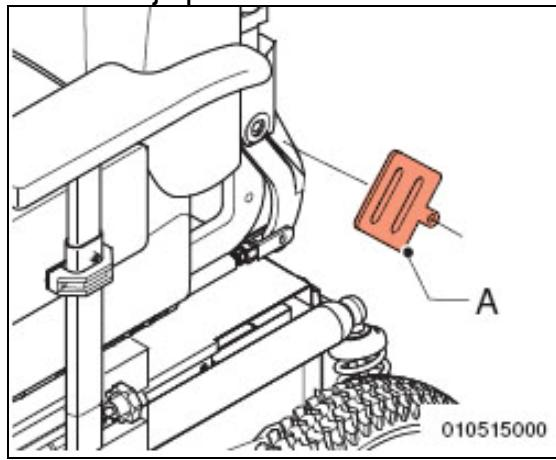

Bild 4.2
- Fäst bältespännet (A på bild 4.2) med hjälp av en bult och mutter.